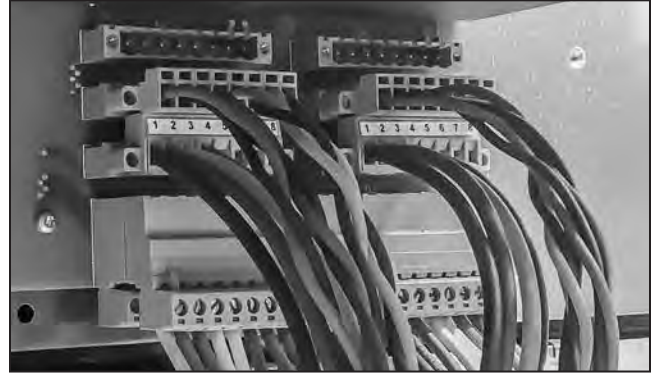

Figura 25. Acercamiento de los conectores del Tablero de la Placa Posterior del Rack del Vista.
- (d) Si es aplicable, pase los cables VS-G1 y VSG2 en el compartimento de baja tensión a través del tubo de PVC. Ver Figura 23. Después, pase los cables principales más grandes a través del tubo de PVC: añada los conectores al Tablero de la Placa Posterior del Rack del Vista utilizando los planos proporcionados. Ver Figura 24. Inserte completamente cada clavija, y apriete los tornillos de retención para cada conector, asegúrese de que ninguno de los pines del conductor individuales se haga para atrás durante la inserción. Ver Figura 25 y 26 en la página 21.